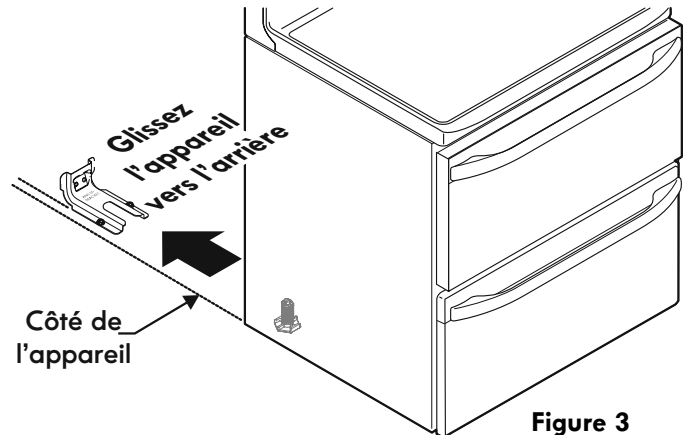

Figure 3
**NOTE:** L'appareil sort de l'usine avec un trou de 1 1/8" (2,9 cm) dia. tel que montré à la figure 3. Si un trou plus grand est requis, repoussez la pastille.